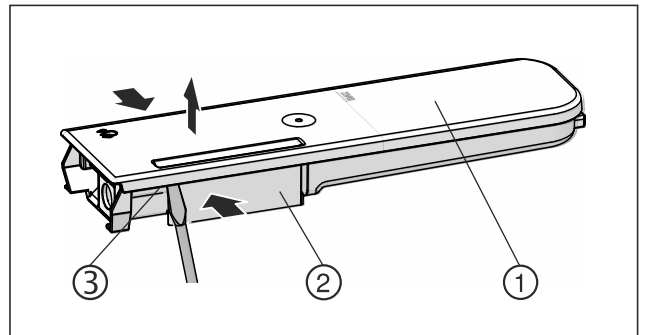

Fig. 146
- Comprimere il serbatoio dell'acqua Fig. 146 (2) e fare leva con attenzione sul coperchio Fig. 146 (1) sollevandolo dai naselli di arresto Fig. 146 (3).
- Spostare leggermente avanti e indietro il coperchio Fig. 146 (1) e rimuoverlo verso l'alto.